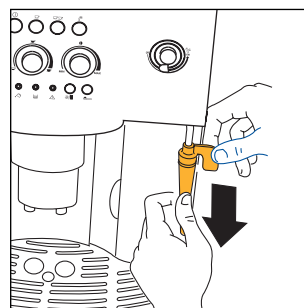

Fig. 26
- Ta loss ångmunstycket från ångröret genom att dra det nedåt (fig. 26).